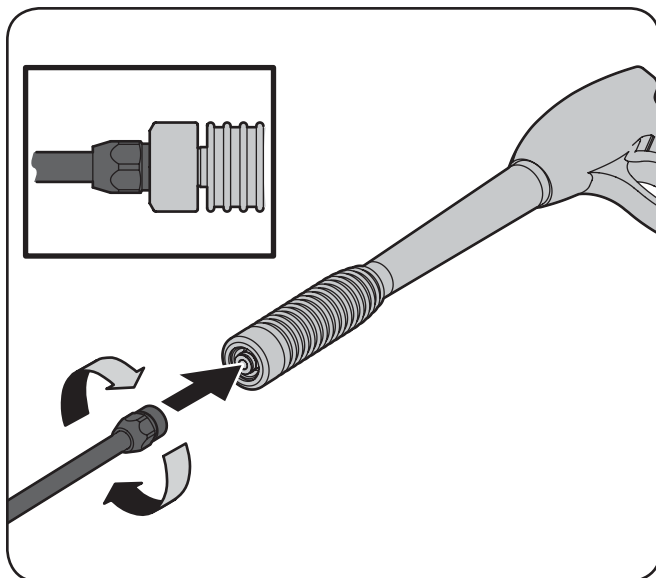

Figura 3-5
- Conecte la extensión de la boquilla al gatillo rociador para lo que debe enroscarla en la manija de dicho gatillo como se indica en la Figura 3-5. Ajuste firmemente con la mano los dos componentes entre sí.